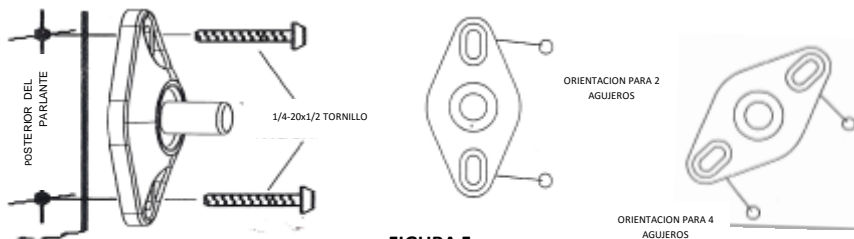

FIGURA 5
- Encontrar la mejor configuración para la base de montaje que coincida con el parlante. Si el parlante tiene cuatro agujeros la base puede ser acomodada en diagonal (figura 5).
- Use el tornillo 1/4"-20x1/2" para instalar la base en el parlante (figura 5).